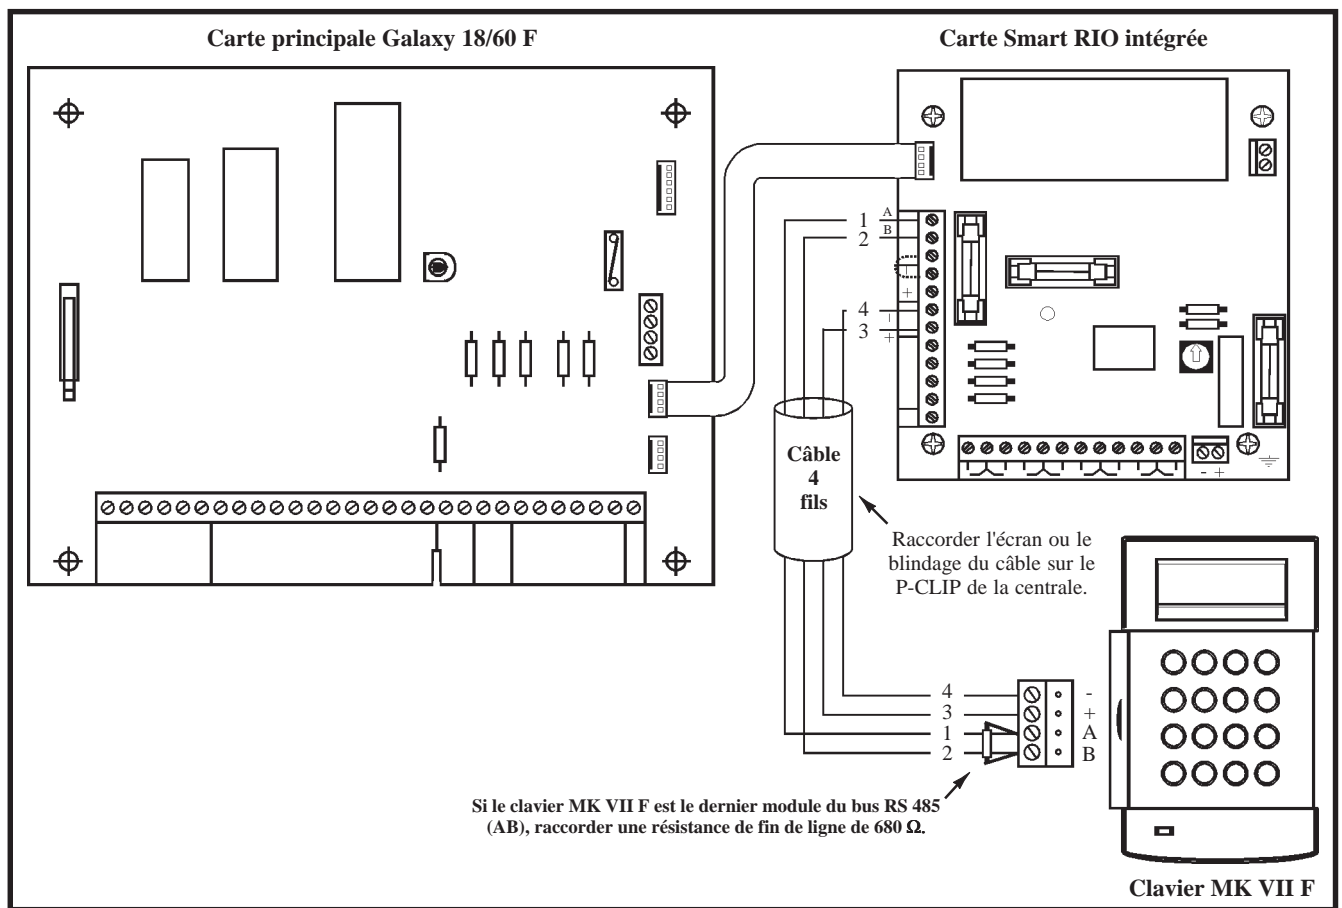

Figure 4-5. Raccordement du clavier MK VII F
5. Faire le raccordement du câble bus sur le bornier 4 points débrochable (bornes A, B, +12Vdc et 0V identifiées sur le socle et le circuit électronique). Se référer à la figure 4-5 de la page 4-4.